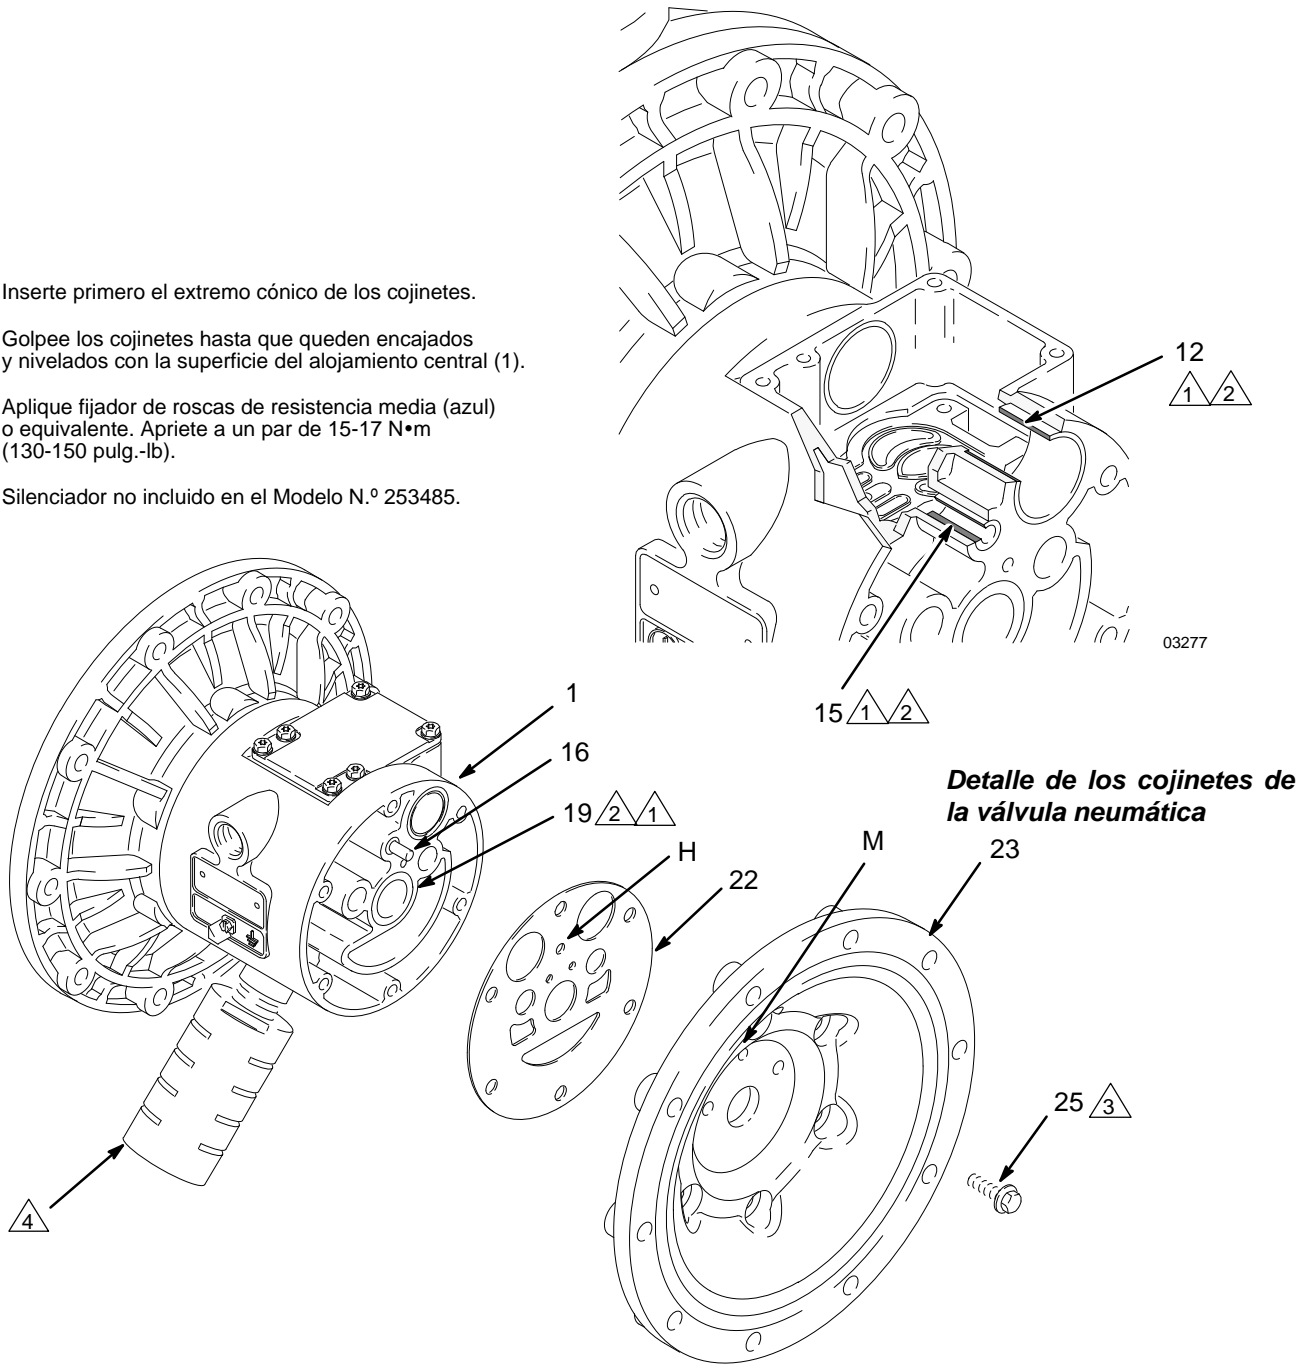

FIG. 13
5. Con una llave de tubo de 10 mm, quite los tornillos (25) que sujetan las cubiertas de aire (23) a la carcasa central (1). Consulte FIG. 13.
6. Retire las juntas de la cubierta de aire (22). Sustituya siempre las juntas con juntas nuevas.
7. Use un extractor de cojinetes para extraer los cojinetes del eje del diafragma (19), los cojinetes de la válvula de aire (12) o los cojinetes del pasador piloto (15). No extraiga unos cojinetes no dañados.
8. Si se están desmontando los cojinetes del eje del diafragma (19), acceda al alojamiento central (1) con un extractor de juntas tóricas y extraiga las empaquetaduras en forma de cubeta en U (402) del
1. Si se han retirado, instale las empaquetaduras de copa en U del eje (402*) de forma que los labios queden orientados hacia **fuera** de la carcasa (1).
2. Los cojinetes (12, 15 y 19) tienen forma ahusada y solo pueden ser montados de una forma. Inserte los cojinetes en la carcasa central (1), **el extremo cónico primero**. Con una prensa o un bloque y un mazo de goma, golpee el cojinete hasta que encaje en posición y quede a ras con la superficie de la carcasa central.
4. Alinee la nueva junta de la cubierta de aire (22) de forma que el pasador piloto (16) que sobresale de la carcasa central (1) calce en el orificio correcto (H) de la junta.
5. Alinee la cubierta de aire (23) de forma que el pasador piloto (16) calce en el orificio central (M) de los tres pequeños orificios cercanos al centro de la cubierta. Aplique fijador de roscas de resistencia media (azul) a las roscas de los tornillos (25), coloque éstos y apriételes a mano. Consulte FIG. 13. Con una llave de tubo de 10 mm, apriete los tornillos en forma contrapuesta y uniforme a 15-17 N•m (130-150 pulg.-lb).